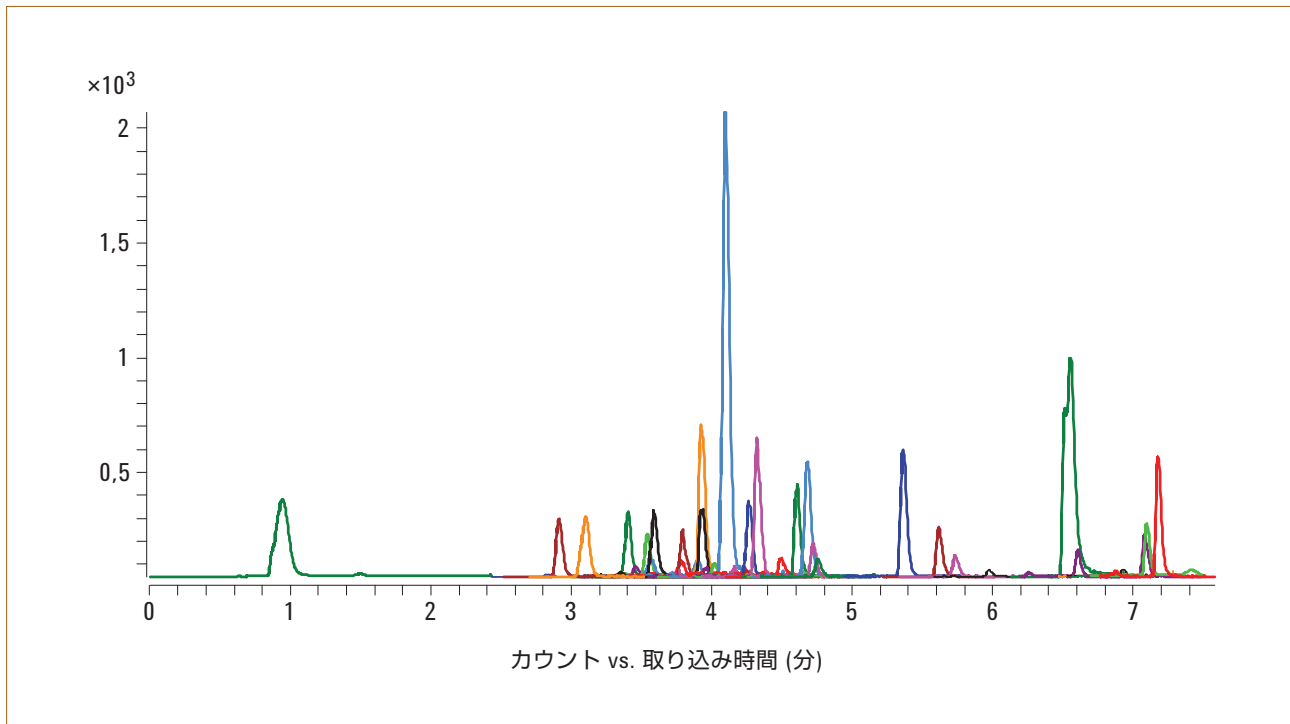

図 3. 1 ppb で添加したベビーフードサンプル 2 の抽出液の MRM (クオンティファイヤ遷移だけを表示)。このサンプルでは分散 SPE を実行していません。内部標準のトランジションは示していません。
図 3. 50 ng/g レベルで添加した鶏筋肉抽出液のクロマトグラム。1.スルファジアジン、2.スルファチアゾール、3.スルファピリジン (IS)、4.スルファメラジン、5.スルファメタジン、6.スルファメチゾール、7.スルファメトキシピリダジン、8.スルファクロピリダジン、9.スルファメキサゾール、10.スルファジメキシシ